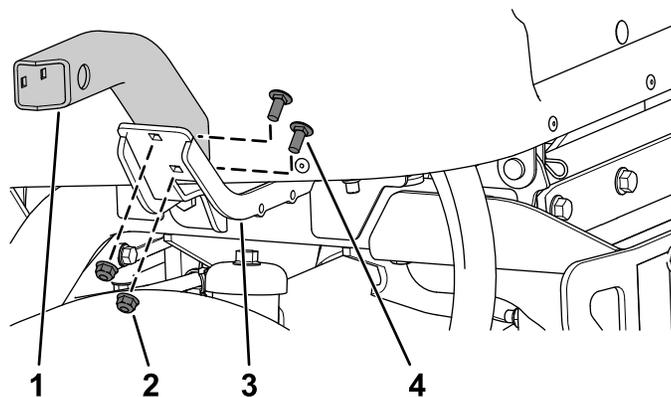

Figura 18
4. Sujete el soporte corto izquierdo al soporte izquierdo con 2 pernos de cuello cuadrado ($\frac{5}{16}$ " x $\frac{3}{4}$ ") y 2 tuercas con arandela prensada ($\frac{5}{16}$ "), como se muestra en la Figura 18.